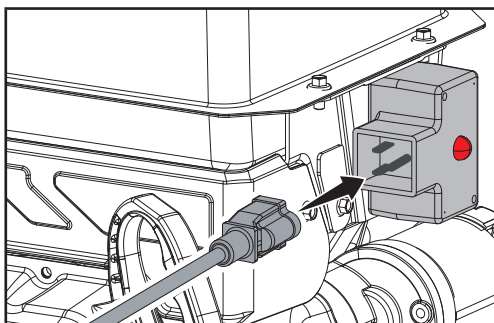

Figure 12D
7. Pour un démarrage électrique, vous pouvez également brancher le cordon électrique fourni dans le démarreur. Appuyez sur le bouton du démarreur électrique et assurez-vous que la tension d'alimentation principale est 120 V~ 60 Hz (figure 12D).